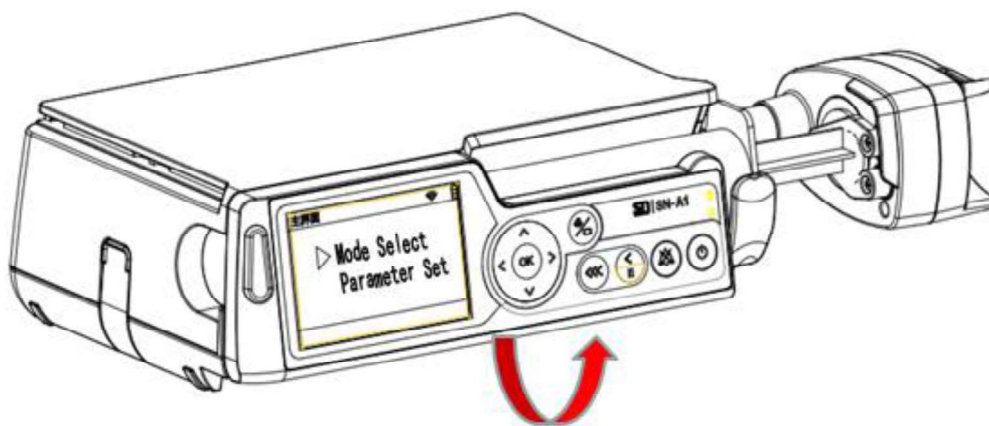

Fig. 4-4 Seringa 3 Carregando
3. Por último, feche a porta da bomba (ver Fig. 4-4 Seringa Carregando 3).